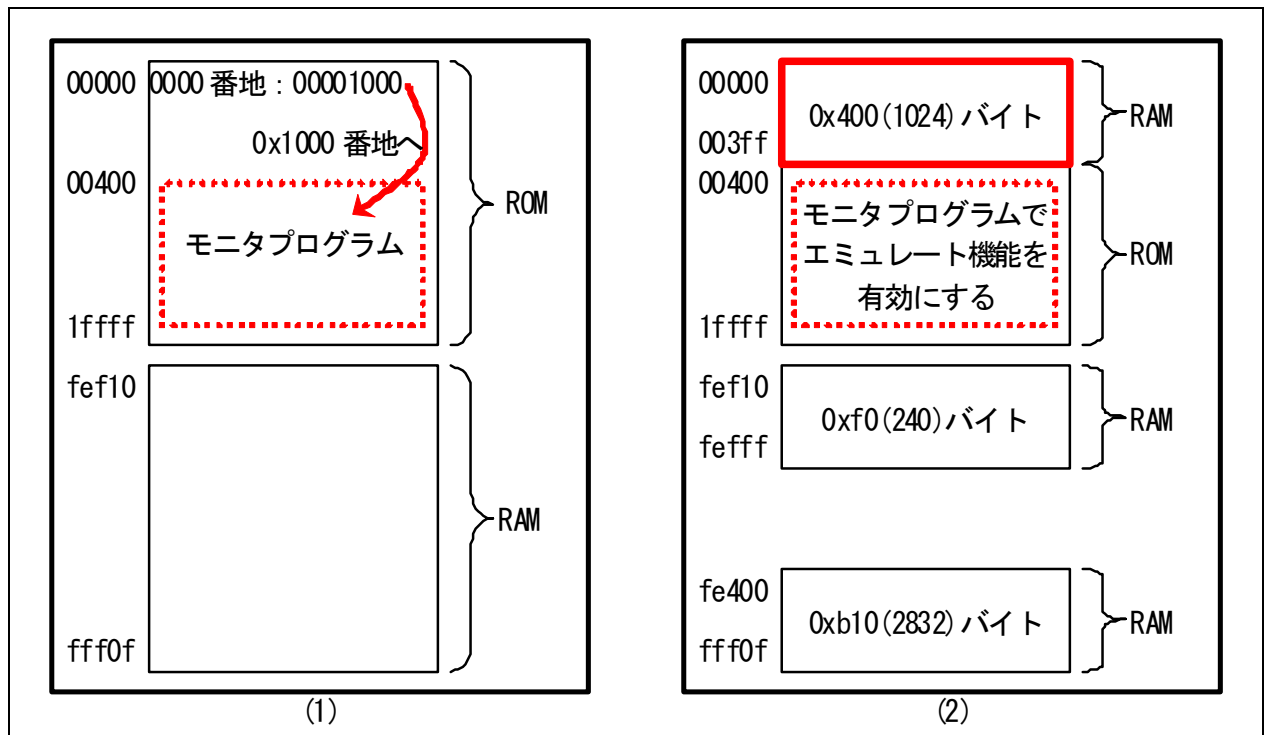

図 5. 1 シリアルモニタの動作(1) (2)
- (1) マイコンボードの電源を入れると、ベクタアドレスのベクタ番号 0 番(0x0000 番地)に書いてある 4 つの数値を読みます。この番地には、「00001000」と書かれており、その書かれている番地である 0x01000 番地から実行を開始します(図 5. 1の(1) )。
- (2) 0x1000 番地にはモニタプログラムがあります。モニタプログラムは、「RAMによるフラッシュメモリのエミュレーション」を実行、0xff000~0xff3ff番地のRAMを 0x00000~0x003ff番地に重ねます(図 5. 1の(2) )。
- (3) モニタプログラムは、ルネサス統合開発環境から通信で送られてきたユーザプログラムのデータをRAMに保存します(図 5. 1の(3) )。
- (4) モニタプログラムは、ルネサス統合開発環境から通信で送られてきた「実行」指令により、RAMに保存したユーザプログラムへジャンプ、実行します(図 5. 1の(4) )。